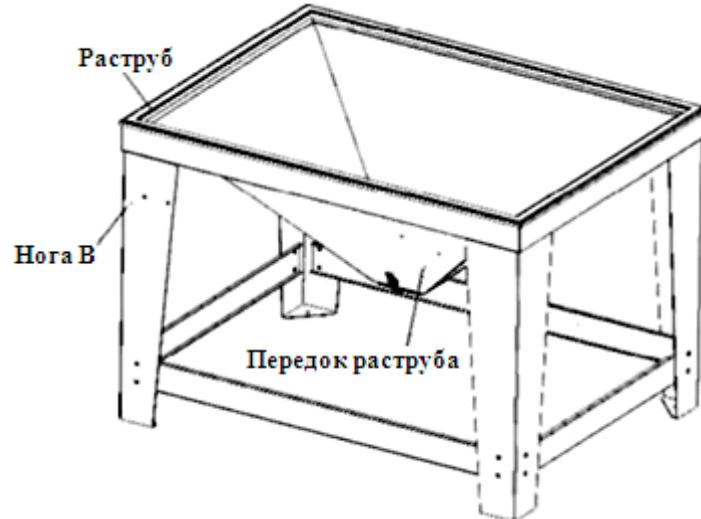

Рис. 8. Вставка раструба в основание.
5. Поставьте собранное основание как показано на Рис.8. Вставьте раструб в раму. Передок раstrуба должна быть обращена к ноге В.